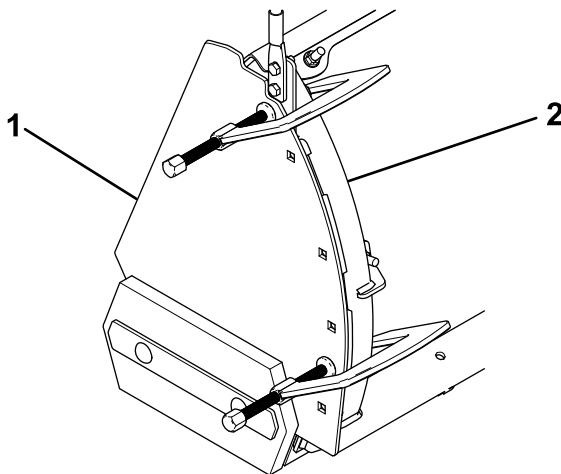

Bild 1
2. Richten Sie das linke Seitenschild an der linken äußeren Pfluglamelle aus und befestigen Sie es mit den Klammern (Bild 1).
3. Bohren Sie vier Löcher (3/8") in die äußere Pfluglamelle, verwenden Sie die Löcher in der Seitenplatte als Schablone (Bild 1).